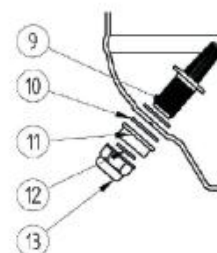

Fig. 5
1. Rúrku spolu s telesom difúzora nasadiť do filtra diagonálne, pozri Fig. 5, potom upevniť na teleso difúzora bajonety.